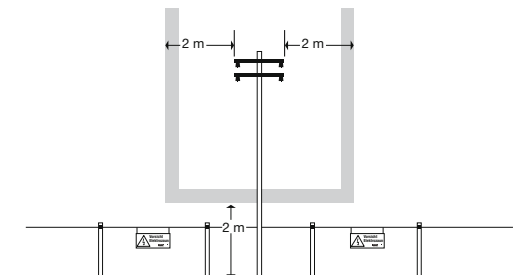

Bild 3. Sicherheitsraum für Niederspannungsfreileitungen (bis 1000 V)
- 1) Freileitungen bis 1000 V dürfen mit der Zauuleitung und den Zaundrähten nicht überquert werden. Werden Elektrozaunanlagen zu Freileitungen bis 1000 V parallel geführt oder unterqueren sie diese, so darf innerhalb eines Schutzstreifens von 2 m beiderseits der äußeren Leiter die Bauhöhe der Elektrozaunanlage 2 m nicht überschreiten (s. Bild 3). Außerdem muss im Kreuzungsfeld ein Warnschild angebracht werden.